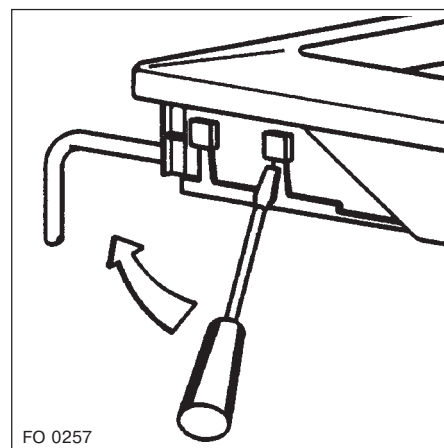

Рис. 9
2. слегка надавите и поднимите (Рис. 9)